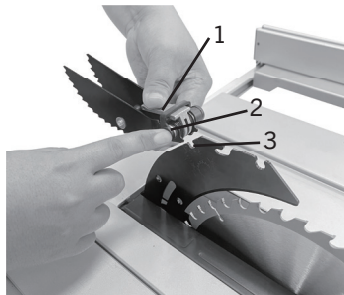

FIG. 9
Appuyez sur la douille de la griffe (1) pour ajuster la griffe à l'angle approprié, tout en appuyant simultanément sur la goupille de verrouillage de la griffe (2). Ensuite, insérez la griffe dans le trou (3) situé en haut du couteau diviseur, relâchez la douille et la goupille de verrouillage, puis fixez fermement la griffe sur le couteau diviseur (voir Fig. 9).